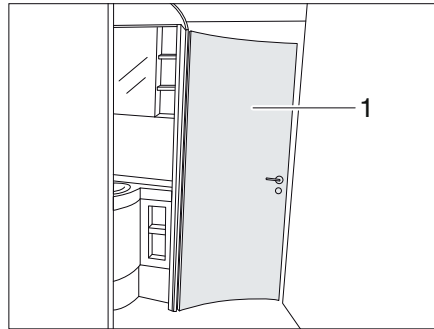

Bild 236 Raumbad
Die Tür des Toilettenbereichs (Bild 236,1) lässt sich je nach Ausstattung in 1-3 verschiedenen Öffnungsweiten zu einem Raumbad arretieren. Je nach gewählter Öffnungsweite werden verschiedene Raumteile miteinander verbunden.
- ▷ Die Tür des Toilettenbereichs (Bild 236,1) darf während der Fahrt nicht als Raumtrenner verwendet werden.